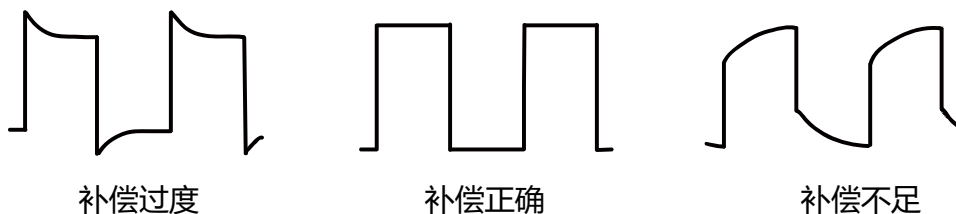

图 7.9 探头补偿
2. 检查所显示的波形形状并与图 7.9 所得波形进行对比。
3. 使用附件中提供的探头补偿调节棒调整探头上的低频补偿调节孔，直到显示的波形如上 图 7.9 所示的“补偿正确”。